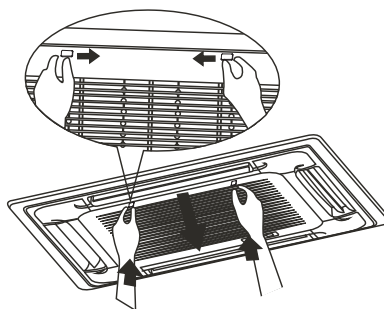
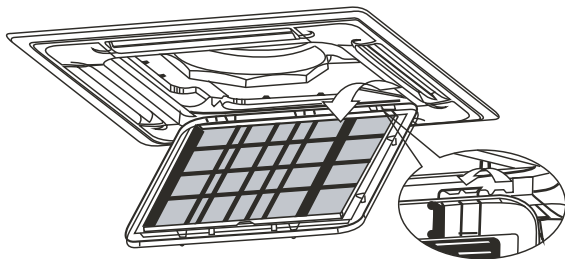

Fig. 13.1
Fig. 13.2
- Poussez simultanément les loquets du gril, comme indiqué à la Fig. 13.1. Abaissez ensuite la grille d'admission d'air (avec le filtre à air, comme illustré à la fig. 13.2). Tirez la grille d'admission d'air à 45° et soulevez-la pour retirer la grille.